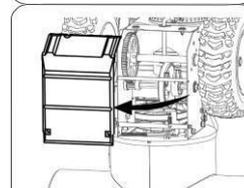

Рис.13
2. Осторожно поверните снегоуборщик вверх и вперед так, чтобы он опирался на корпус шнека. Снимите крышку рамы с нижней стороны снегоуборочной машины, сняв четыре винта, которые закрепляют его. Рис.13.